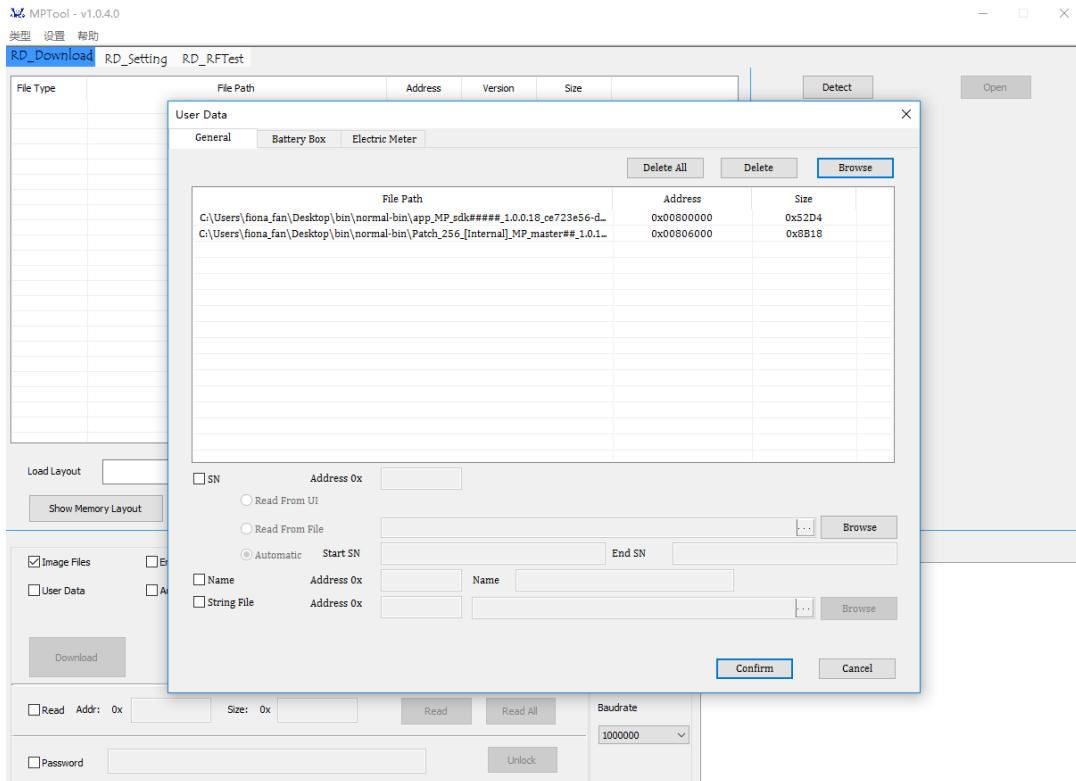

图 8-12 User Data 编辑
5) 点击 User Data 按钮可编辑 layout 以外的用户自定义数据，注意不要与 flash layout 相冲突。User Data 文件添加方式类比上一步骤中添加 image，如图 8-12 所示；